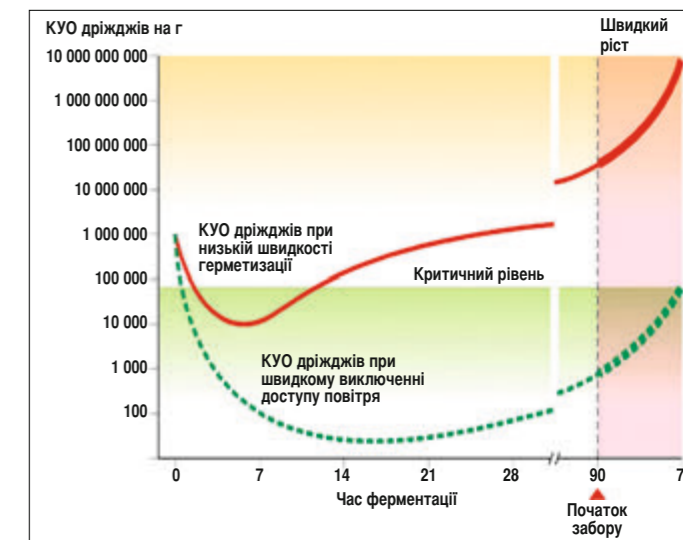

Рис. 2. Кількість дріжджів у силосній масі
❷ **Другим важливим моментом є кількість дріжджів.** Якщо ми уважно проаналізуємо дані, наведені на рис. 2, то побачимо, що дріжджів може бути як 100 КУО на грам (нижня крива), так і 1 млн. КУО/г (верхня крива). Після відкриття траншеї та потрапляння в неї свіжого повітря, концентрація дріжджів починає збільшуватися з геометричною прогресією (кожні дві години їх популяція може зростати вдвічі).